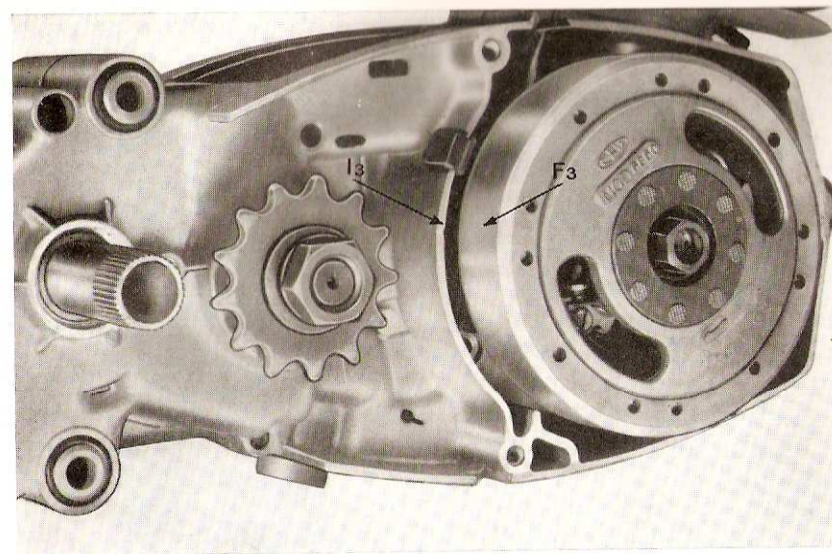

Fig. 27 - Montage volant magnétique et pignon sortie des vitesses
33. Fig. 27 - Comment monter le volant magnétique.